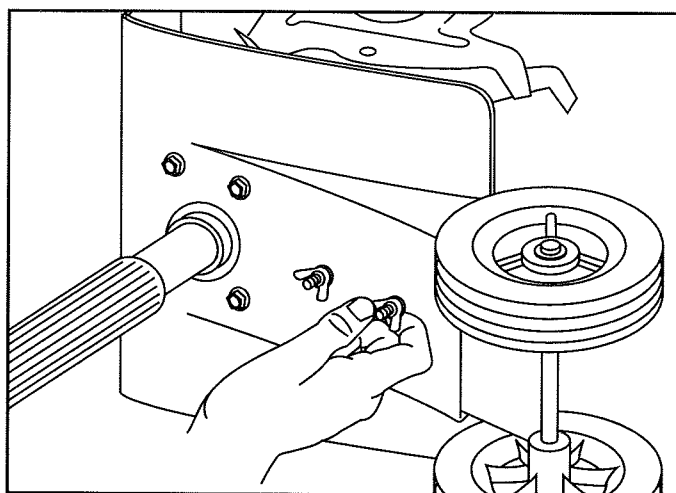

Fig. 3
4. Verifique que el hombro cuadrado de los pernos haya atravesado los orificios ranurados del soporte de la rueda. Ajuste las tuercas de mariposa (Fig. 3).